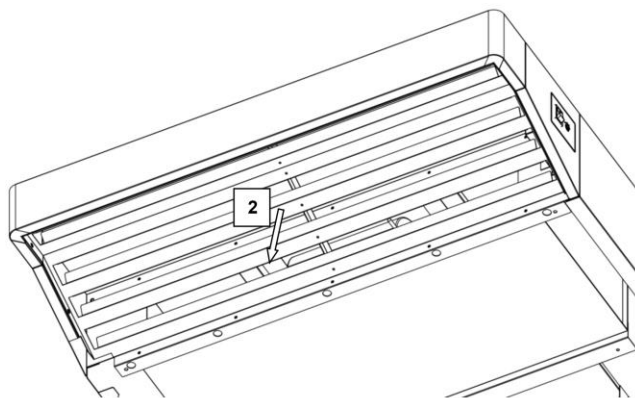

Fig. 4.2
- Guide the grid down (Fig. 4.2. part. 2).